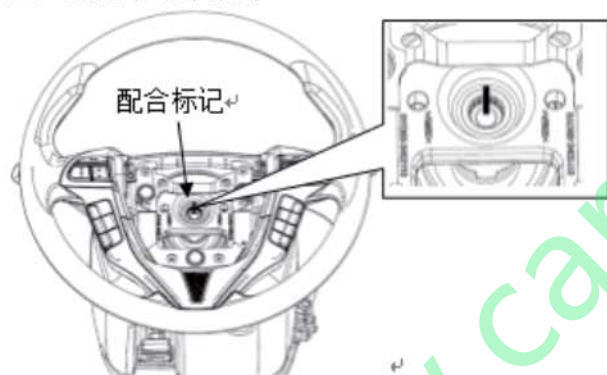

图 4-5
③ 在转向盘总成和转向管柱及万向节总成上做好配合标记。如图 4-5 所示。
④ 使用专用工具, 拆下转向盘总成。